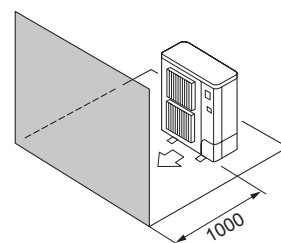

Fig. 2-9
- ④ Kliūtys tik priekyje (Fig. 2-9)